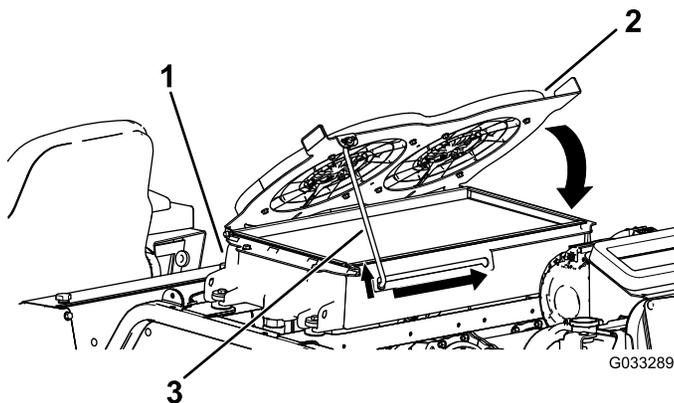

Рисунок 120
4. Поверните вентиляторы охлаждения гидравлической жидкости вниз и зафиксируйте опорную стойку в выемке (**Рисунок 120**).